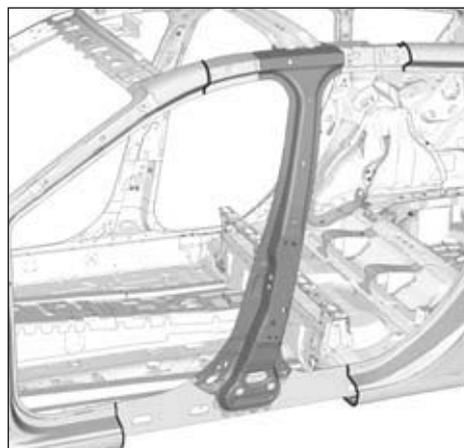

FIG.75
- Respecter les lignes de coupe (Fig.75).